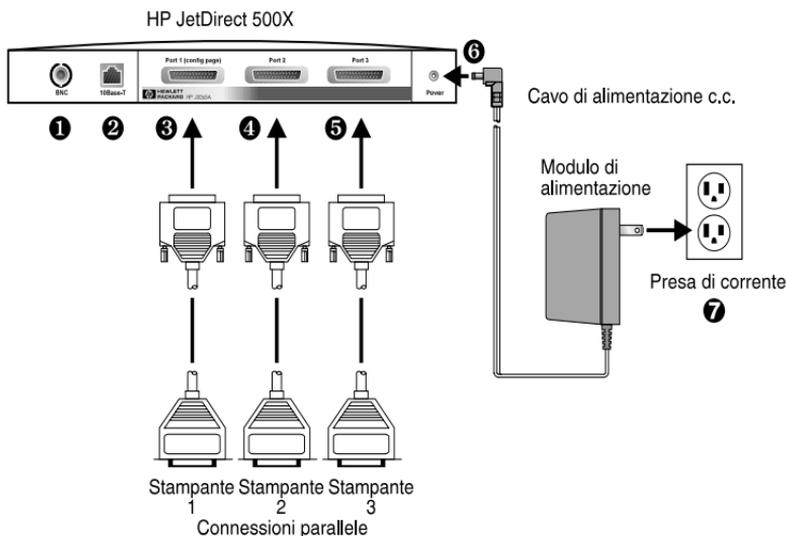

Figure 3-2 Collegamenti hardware e modulo di alimentazione elettrica U.S.A. per il server di stampa HP JetDirect J3265
Nelle operazioni che seguono, i numeri racchiusi in cerchietti corrispondono ai numeri della Figure 3-2. I server di stampa HP JetDirect 300X e EX Plus dispongono di una porta per stampante ❸. Il server di stampa esterno HP JetDirect 500X dispone di una porta BNC ❶. I server di stampa HP JetDirect 500X e 300X sono dotati di un connettore RJ-45 ❷ per il funzionamento a 10 o 100 Mbps.
5. Collegare il server di stampa alla rete ❶ o ❷.
6. Collegare il server di stampa alle stampanti ❸, ❹ e ❺.